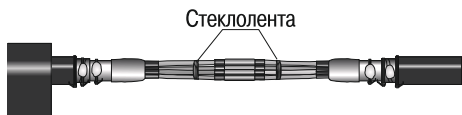

Рисунок 12
4.30 Закрепить жилы в этом положении стеклолентой (рисунок 12).